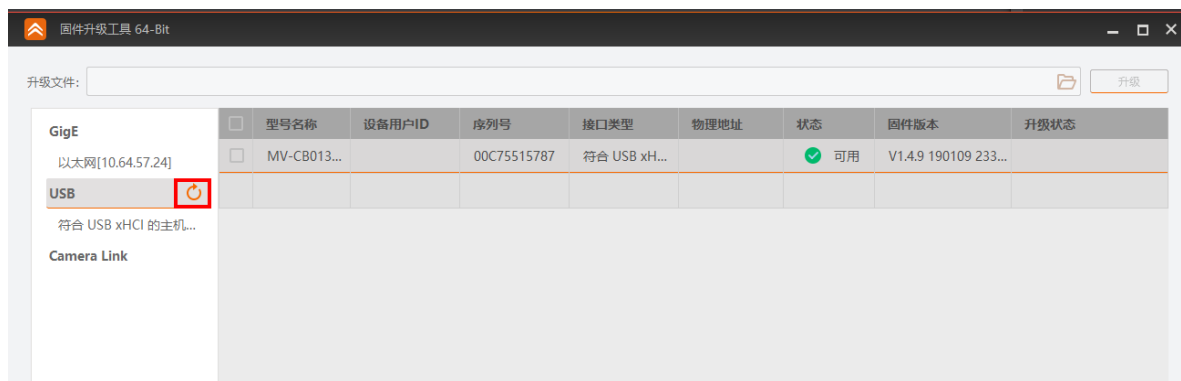

图8-9 固件升级工具
2. 点击工具左侧 USB 接口处的  枚举 USB 接口相机，在右侧选中需要升级的设备，如图 8-9 所示。